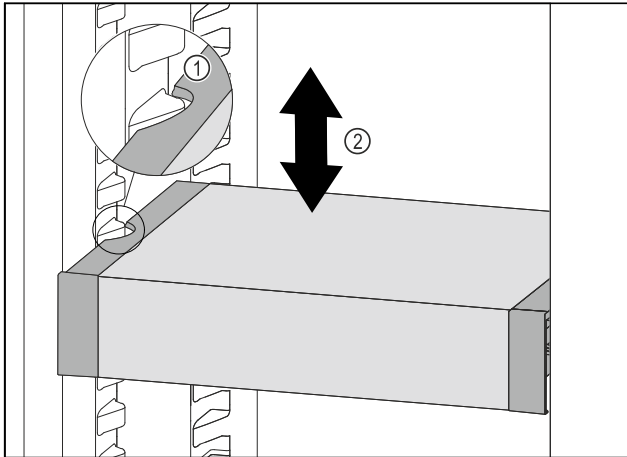

Fig. 92
- ▶ Тяните VarioSafe вперед, пока боковые выемки VarioSafe не окажутся на высоте выступа резервуара в холодильном отделении. Fig. 92 (1)
- ▶ Двигайте VarioSafe в холодильном отделении вверх или вниз, пока не будет достигнута требуемая высота. Fig. 92 (2)